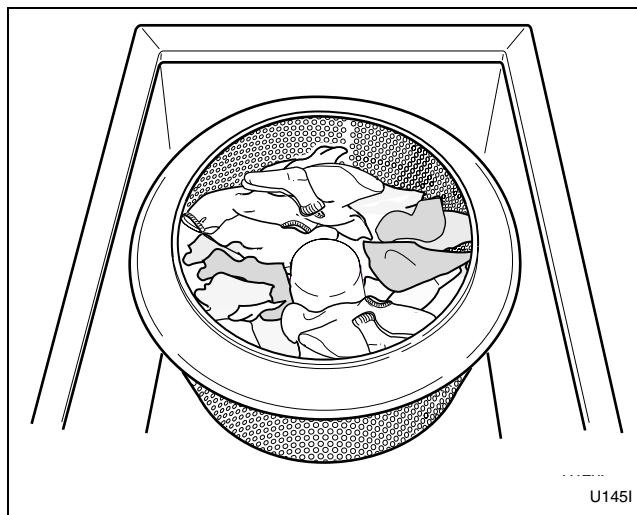

Figura 14
- Cuando el ciclo termine, coloque los artículos lavables en el compartimiento de extracción y enjuague. Distribúyalos uniformemente alrededor del agitador. Consulte la *Figura 14*.